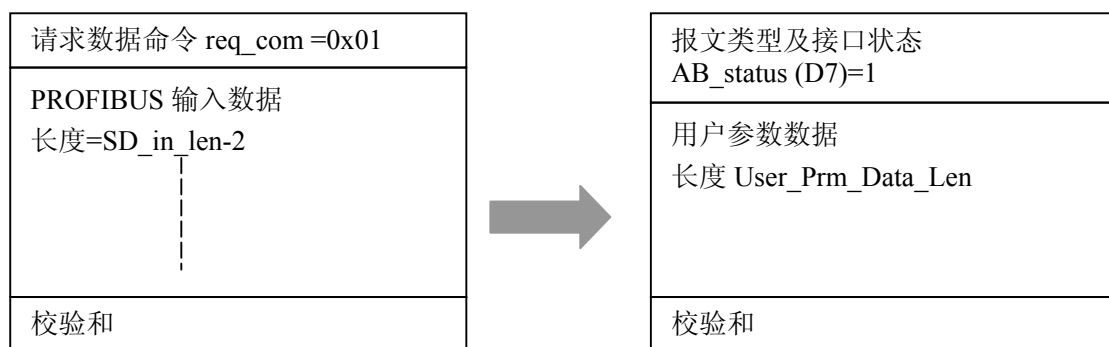

图 4-9：用户模板发—输入数据报文 req_com=0x01；接口板答—输出数据报文格式
② 如果 req_com =0x01，即用户模板请求读取更新的用户参数数据，接口板将回答“输出数据报文 B”（包括：报文类型及接口状态 AB_status、用户参数、校验和）。如图 4-9：